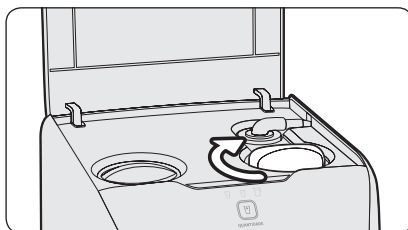

Figura 6
4. Com o aparelho ligado, conecte o filtro no aparelho e rosqueie no sentido indicado até alinhar-se com a seta para travá-lo (Figura 6).